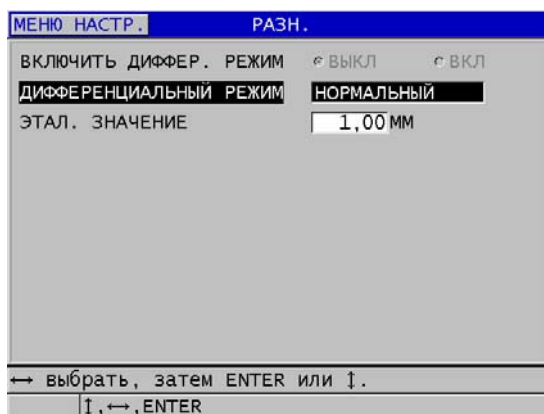

Рис. 8-2 Окно РАЗН.
3. На странице диалогового окна **РАЗН.** (см. Рис. 8-2 на стр. 117):